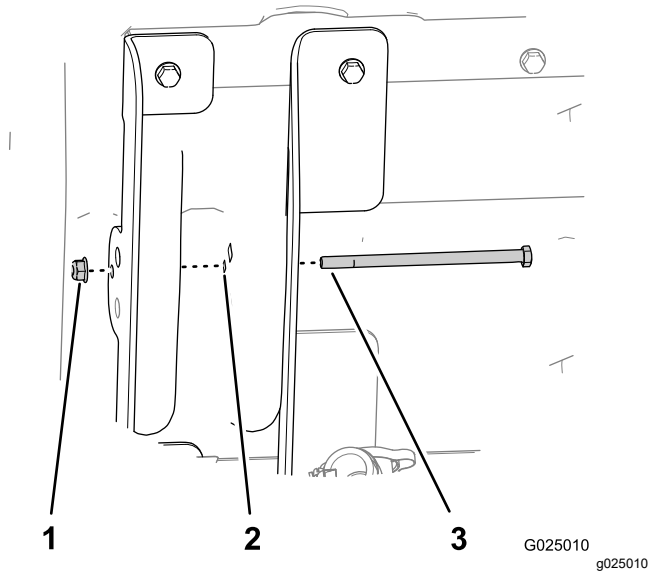

Figura 7
7. Introduzca el perno de cabeza hexagonal (5/16" x 5½") a través del orificio de 8 mm del soporte de elevación interior (pestañas largas), la estructura de la plataforma y el soporte de elevación exterior de la plataforma (pestañas cortas), como se muestra en la Figura 7.
8. Sujete el perno con la tuerca con arandela prensada (5/16"), y apriete a mano (Figura 7).
10. Apriete la tuerca con arandela prensada que sujeta el perno (5/16") hasta que quede ajustada (Figura 7).